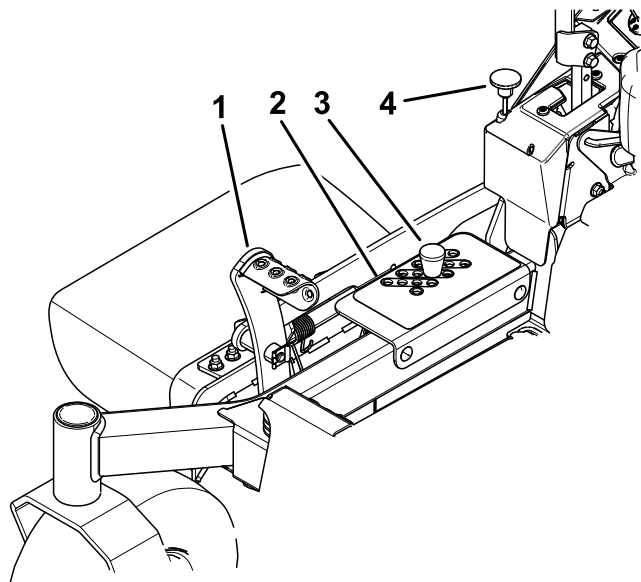

Figure 27
- Appuyez sur la pédale de levage du tablier avec le pied et élevez le tablier à la position de TRANSPORT (qui est aussi la position de hauteur de coupe de 127 mm [5 po]), comme montré à la Figure 27.
- Retirez l'axe du support de hauteur de coupe (Figure 27).
- Placez la goupille dans le trou du support correspondant à la hauteur de coupe voulue (Figure 27).